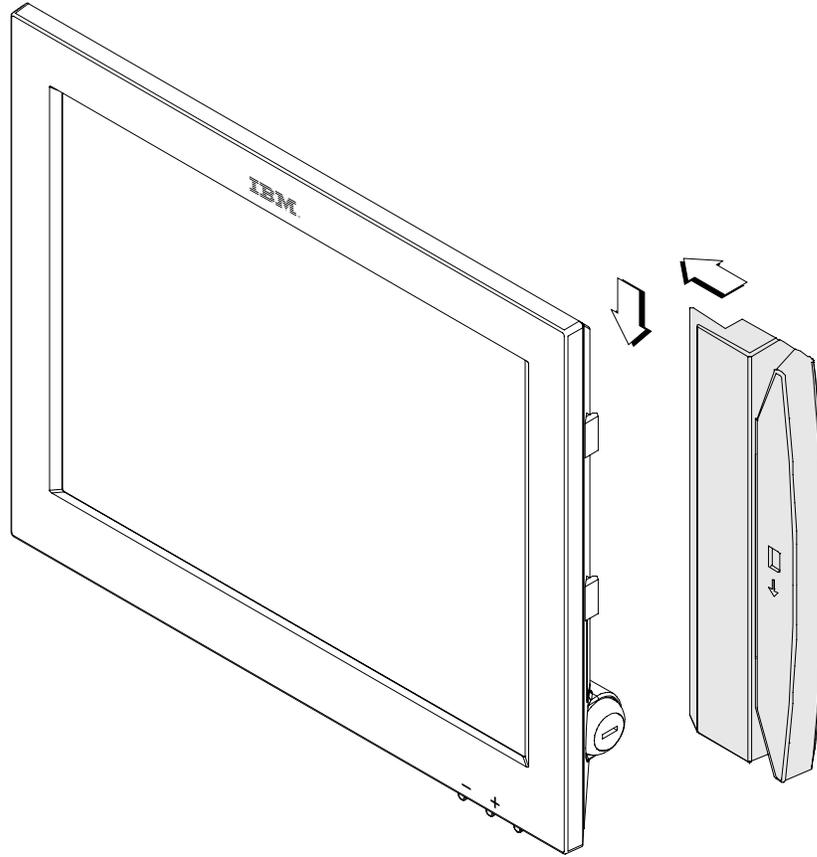

図 11. MSR 付きの 4820 SurePoint ソリューション
2. 図11 を参照してください。MSR の位置合わせをすると、LCD の上端が MSR の上部と位置が合います。所定の位置に固定するまで MSR を下の方にスライドします。